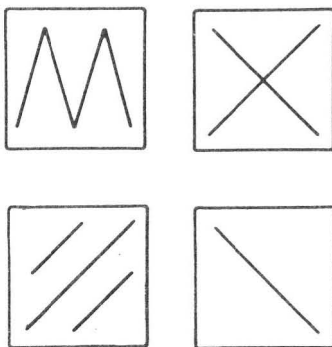

FIGURA 5
- 1 – Má visualização na tela, vídeo composto de uma só cor ou com as formas da **figura 5**.
gravação em FM, o ruído do sinal de reprodução aumenta em proporção à frequência do sinal modulado. Durante a reprodução, este sinal será desenfocado (limitado) nas mesmas proporções, como ilustra a **figura 5**.